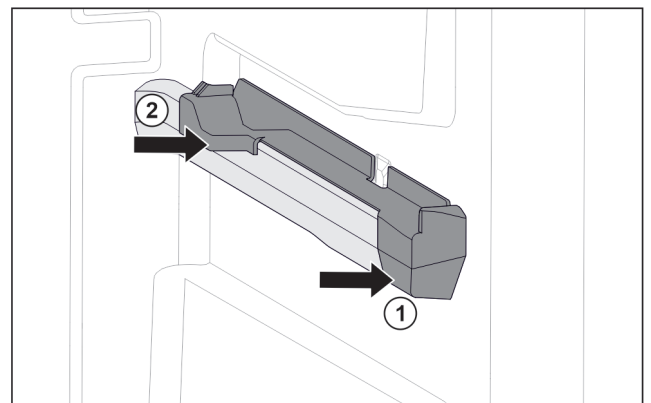

Fig. 74 Elemento inseribile sulla nervatura destra del contenitore
- Posizionare l'elemento inseribile sulla parte anteriore della nervatura del contenitore. Fig. 74 (1)
- Premere l'elemento inseribile sulla parte posteriore. Fig. 74 (2)